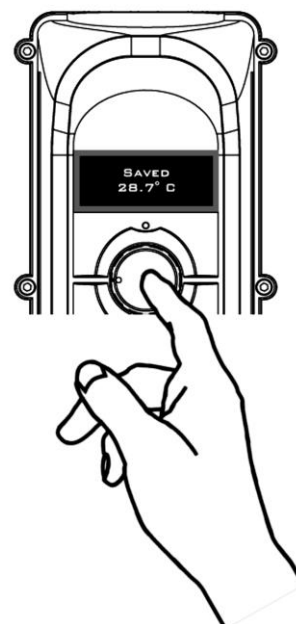

Abb. 11
Zum Bestätigen der ausgewählten Option ist der Schalter zu drücken (OK). Auf der Anzeige sollte die Meldung ‚SAVED‘ (gespeichert) die Änderungen bestätigen (siehe Abb. 11).